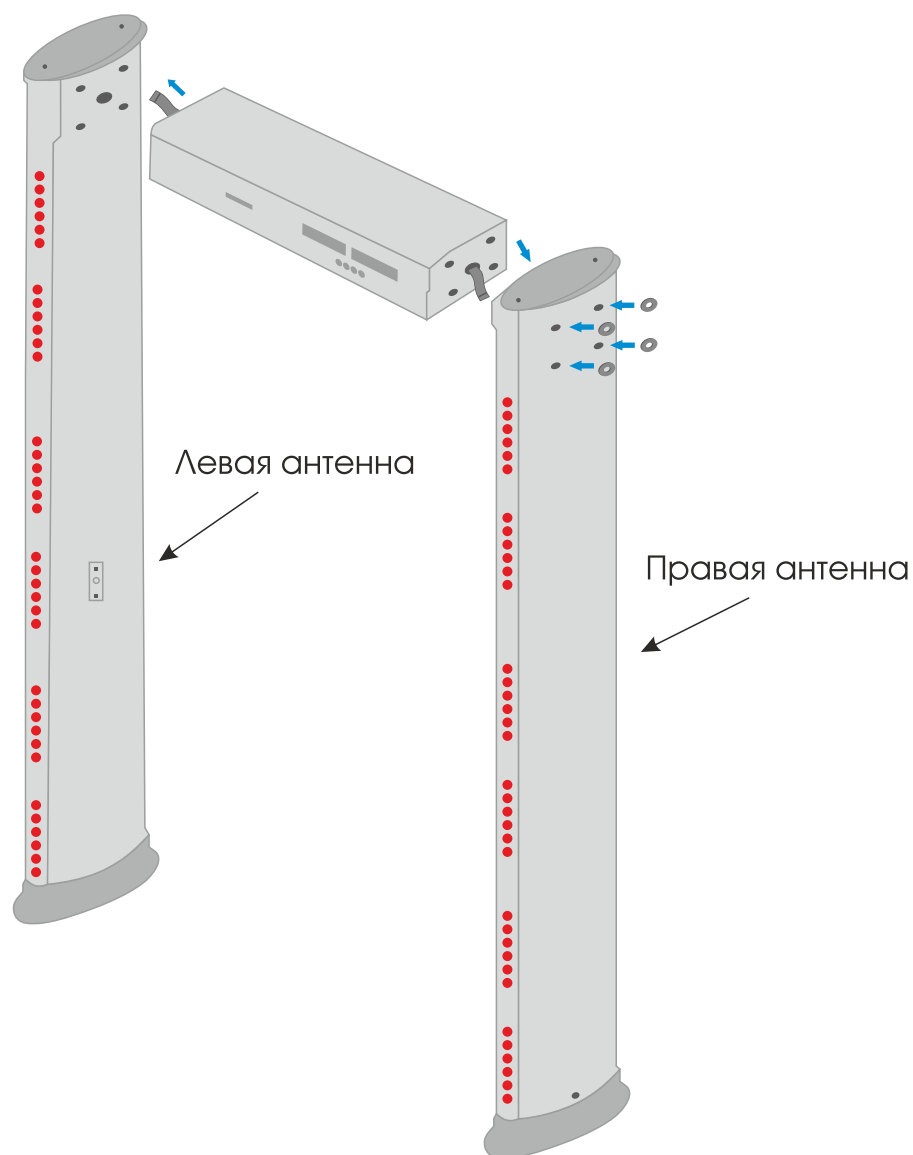

Рисунок 4. Сборка металлодетектора.
2. Соедините блок электроники и антенны с помощью входящих в комплект болтов и декоративных шайб, как показано на рис. 4.